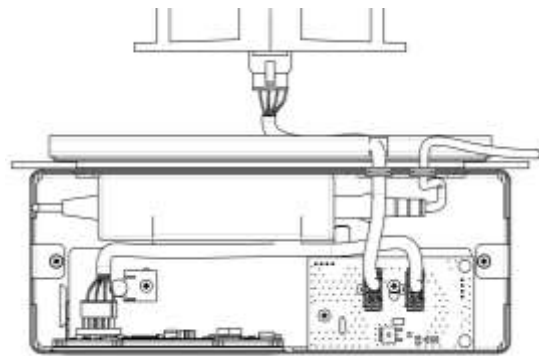

Рис. 19
10. Подключите провод от вентиляционного блока к плате управления, см. Рис. 19